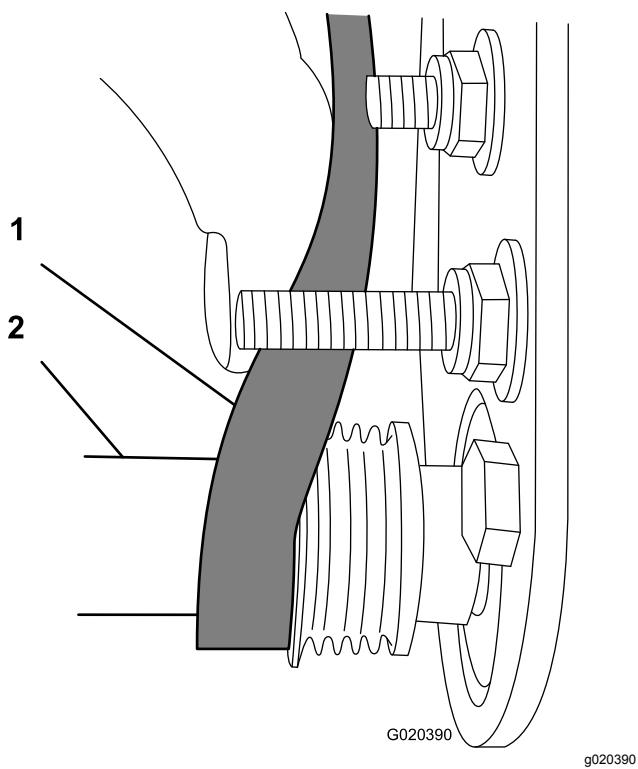

図 23
- 9/16" 深穴ソケットを使ってブラシアセンブリを回転させながら、ベルトを受動ブーリに掛けまわす図 23。